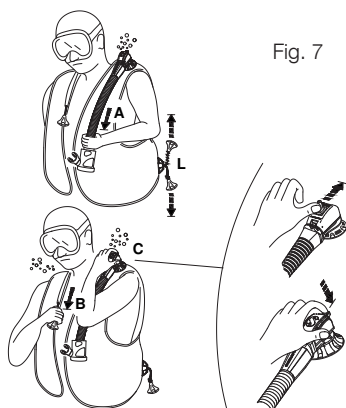

Fig. 7
- a. tirare delicatamente il gruppo tubo flessibile (fig. 7 - A).
- b. premere il pulsante che fuoriesce dall'involucro della valvola (fig. 7 - C) (Brevettato): questo sistema potrebbe essere utile anche per spurgare l'aria di un altro subacqueo che ha problemi (panico, subacqueo principiante, stato di incoscienza ecc.).
- La valvola di scarico manuale doppia SCUBAPRO® (brevetto) ha un pulsante di sicurezza che rilascia aria quando viene premuto (FIG. 7-C), in caso di guasto del sistema di scarico manuale (cavo rotto, perno, ecc.).
Valvola di scarico inferiore (fig. 7 - L)
I dispositivi di sgonfiaggio con il massimo deflusso di gas sono la valvola a spalla fig. (7-B) e la valvola inferiore (fig 7-L).